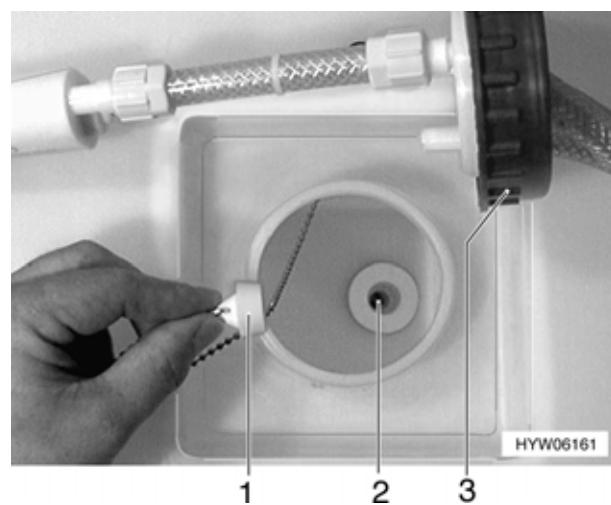

Fig. 145 Serbatoio dell'acqua potabile, tappo di chiusura (variante 1)
#### Variante 1 (Fig. 145):
- Chiudere l'apertura di scarico (Fig. 145,2) nel serbatoio dell'acqua potabile con il tappo di chiusura in dotazione (Fig. 145,1).
### Variante 1 (Fig. 145):
- Estrarre il tappo di chiusura (Fig. 145,1).